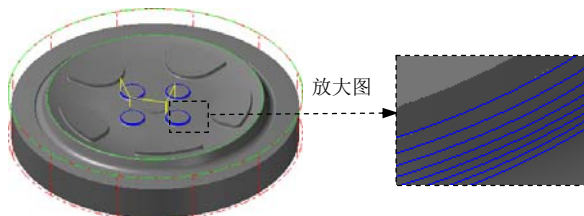

图 15.45 刀具路径
(1) 在“曲面精加工等高外形”对话框中单击 **等高外形精加工参数** 选项卡，单击 **切削深度(D)...** 按钮，在系统弹出的“切削深度设置”对话框中选中 **绝对坐标** 单选项，然后在 **绝对的深度** 区域的 **最高位置** 文本框中输入值-20，在 **最低位置** 文本框中输入值-22，单击 **✓** 按钮，系统返回至“曲面精加工等高外形”对话框。
(2) 单击 **间隙设置 (G)...** 按钮，在系统弹出的“刀具路径的间隙设置”对话框中单击 **重设 (R)** 按钮，单击 按钮；单击 **高级设置 (A)...** 按钮，在系统弹出的“高级设置”对话框中单击 **重设 (R)** 按钮，单击 按钮。
(3) 单击 按钮，系统返回至“曲面精加工等高外形”对话框。
Step6. 单击“曲面精加工等高外形”对话框中的 按钮，完成加工参数的设置，此时系统将自动生成图 15.45 所示的刀具路径。